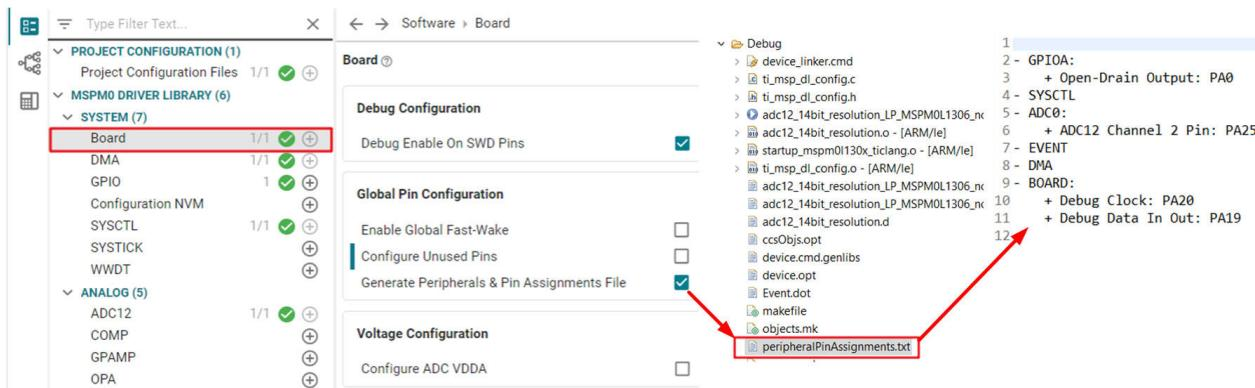

图 3-13. 电路板视图
- **Generate Peripherals and Pin Assignments File**：如图 3-13 所示，启用后，在 **Debug** 文件夹中生成外设和引脚分配文件。